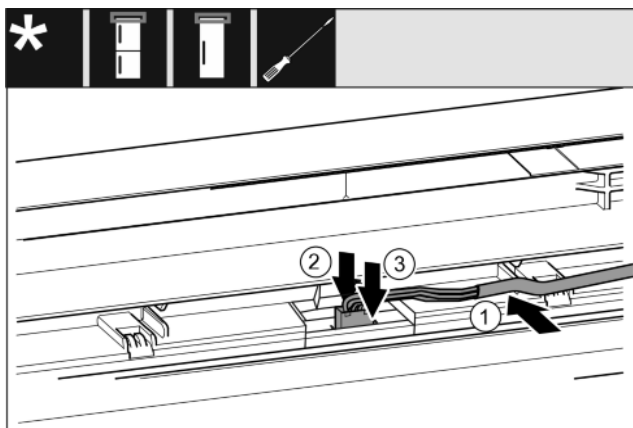

Fig. 35
- ▶ Introducir el cable gris en la guía de la puerta superior. Fig. 35 (1)
- ▶ Presionar hacia atrás la lengüeta de retención. Fig. 35 (2)
- ▶ Encajar el conector. Fig. 35 (3)